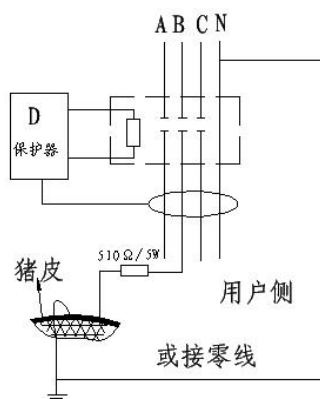

图 3 带皮的猪肉试验图
6.2、如有必要也可用一新鲜带皮的猪肉来进行试验，如图 3 所示。试验时，将漏电断路器置于 500mA 或 800mA 动作电流档，分断时间置于  $<0.5s$ 、 $<0.3s$  或  $<0.2s$  档，并开启漏电断路器，将猪肉皮的一端用导线可靠接地，另外用试跳笔（或一个阻值为 510 欧姆功率大于 5 瓦的电阻），把试跳笔的线端夹子在漏电断路器的出线的相线上，把试跳笔的电流档加到 300mA，先将试跳笔对地，（接地必须良好）试跳笔上的指示灯亮，保护器不应动作；然后将试跳笔去触碰猪肉皮，漏电断路器应动作，“特波”指示灯闪亮。